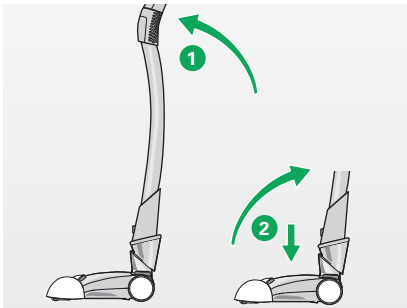

Bild 2.5 Parkposition, Saugposition
- Stellen Sie das Elektro-Saugrohr dafür senkrecht **1** (Bild 2.5 auf S. 16) und kippen Sie es leicht nach vorne, sodass es im Gelenk des Vorsatzgerätes einrastet.
- Halten Sie das Vorsatzgerät mit dem Fuß fest **2** (Bild 2.5 auf S. 16) und kippen Sie das Elektro-Saugrohr zurück, sodass es hörbar aus der Parkposition austrastet.